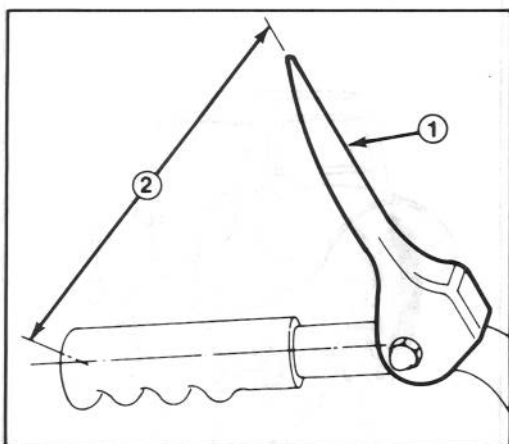

Figure 6
3. Mesurez la distance entre le centre du mancheron et le bout du levier de commande de tarière (Fig. 6). Cette distance devrait être d'environ 5 pouces (12.7 cm).